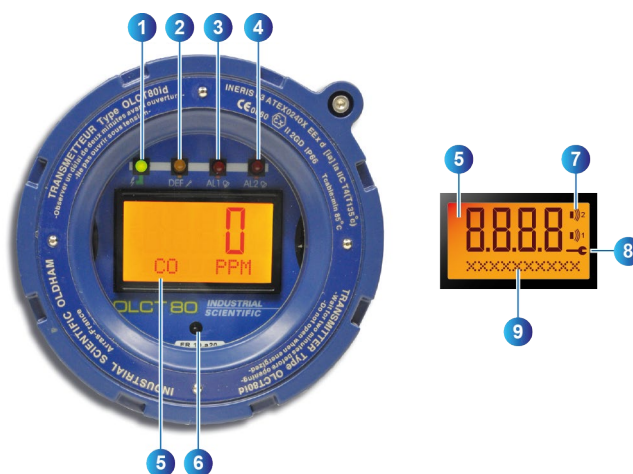

Figure 4 : face avant.
2.	Afficheur digital et voyants. Voir Figure 4 pour le détail.